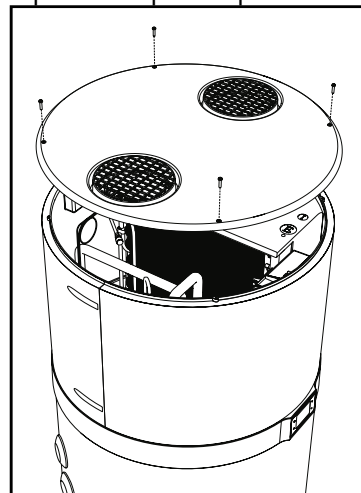

fig. 73- Rimozione del coperchio superiore
- Rimuovere il coperchio superiore svitando innanzitutto le viti di bloccaggio (fig. 73).